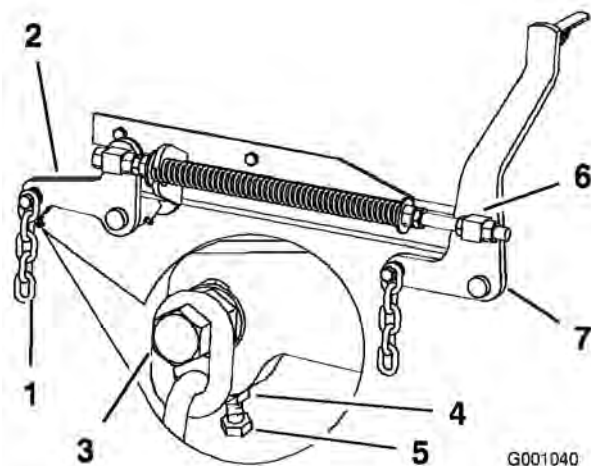

Figure 61
7. Si la distance mesurée au point **B** ou **C** n'est pas correcte, desserrez le boulon de fixation de la chaîne arrière au bras de support arrière (Figure 61).
8. Desserrez l'écrou de blocage sous le bras de support arrière et agissez sur le boulon de réglage de manière à obtenir une distance de 79 à 83 mm (3-1/8 à 3-1/4 pouce) (Figure 61).
7. Desserrez d'environ 13 mm (1/2 pouce) les écrous de blocage à l'avant des pivots avant gauche et droit (Figure 61).
8. Réglez les écrous de relevage sur les côtés gauche et droit de la machine de manière à abaisser l'avant de 6 à 10 mm au point **A** par rapport au point **B** à l'arrière (Figure 61).